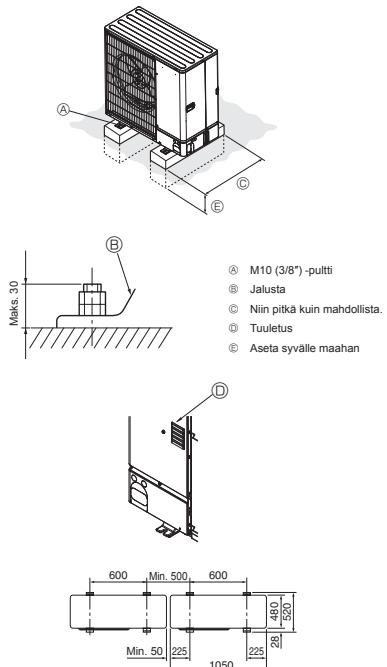

Fig. 3-1
- Asenna yksikkö tukevalle ja vaakasuoralle alustalle estääksesi kolisevan äänisen käytön aikana. (Fig. 3-1)